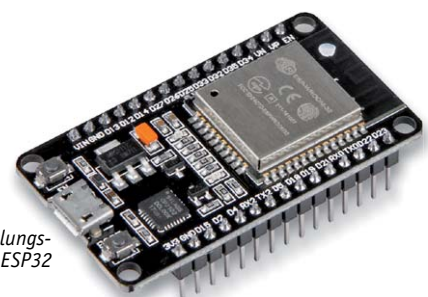

Bild 2: JOY-iT Entwicklungsplatine NodeMCU mit ESP32
**Tip:** Im Folgenden arbeiten wir mit der JOY-iT Entwicklungsplatine NodeMCU mit ESP32 (Bild 2, [7]) – andere Boards mit dem ESP32 sollten aber ebenfalls in der beschriebenen Form arbeiten. Gegebenenfalls muss hier aber der Pin, an der die LED angeschlossen ist, geändert werden.